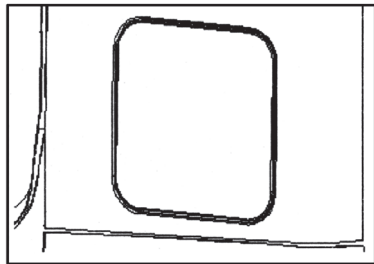

рисунок 3
2. Инструментальный ящик автоматически пружинит с прежнего места (см. рисунок 3) до места (см. рисунок 4).